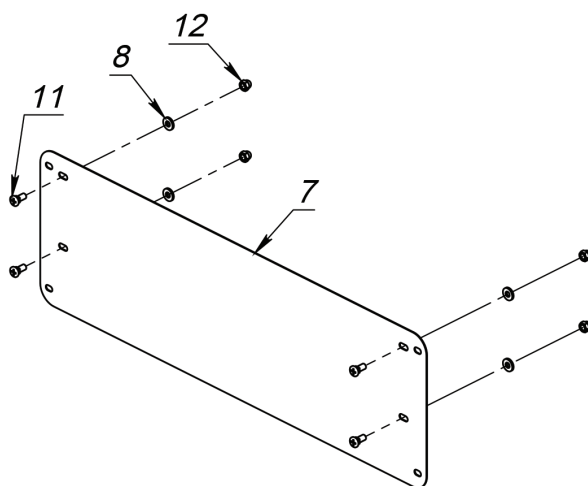

Рисунок 12
Закрепите на пластине (7) винты (11) с помощью шайб (8) и гаек (12) (рисунок 12).